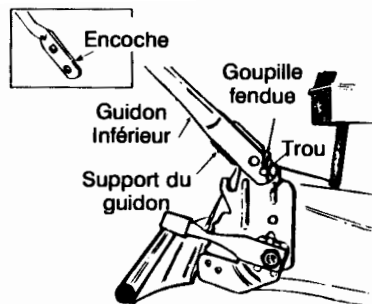

Figure 2
- Un trou décalé est aménagé dans le guidon inférieur pour permettre le réglage du guidon à deux hauteurs différentes. L'utilisation de l'encoche plus en avant ou plus haut (voir l'encadré, Figure 2) permet de régler le guidon plus bas que si l'encoche plus en arrière est employée.
- Maintenez le guidon avec les goupilles fendues dans les trous inférieurs des goupilles soudées. Voir le figure 2.